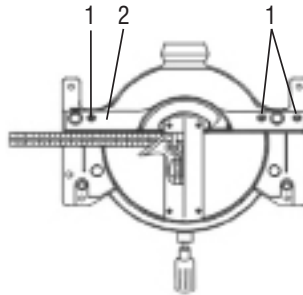

Fig. 13 - Ajuste do esquadro da máquina
- 4 - Com auxílio de um esquadro de 90°, verifique se a lâmina está no esquadro, Fig. 13;
- 5 - Caso a máquina não esteja no esquadro, solte os parafusos do esquadro (1), Fig. 13 e desloque até obter 90° entre o esquadro e a lâmina.